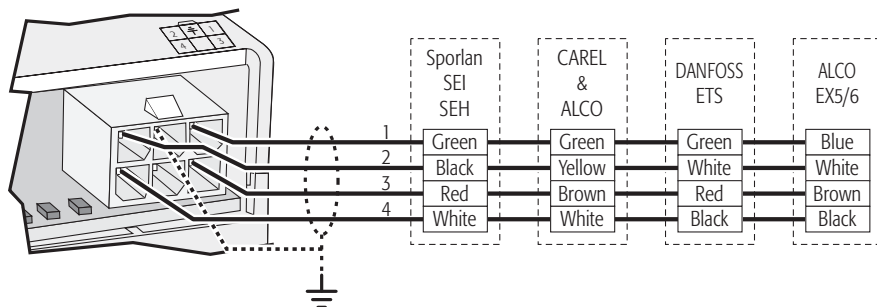

Fig. 3.12
- Valvola:** Collegare la valvola secondo la tipologia impostata nel parametro "Valve type" (Fig. 3.12).